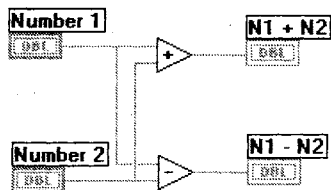

Рис. 3.47
10. Вы можете использовать инструмент перемещения для перестановки некоторых терминалов, как это показано на рис. 3.47. Затем с помощью инструмента соединения подключите терминалы. Вначале выберите нужный инструмент из палитры **Инструменты**. Затем для того, чтобы нарисовать линию соединения, щелкните мышью один раз по терминалу DBL и один раз по соответствующему терминалу функции **Сложение**. На экране появится сплошная линия оранжевого цвета. Если вы сделали ошибку и на экране появилась пунктирная линия черного цвета,